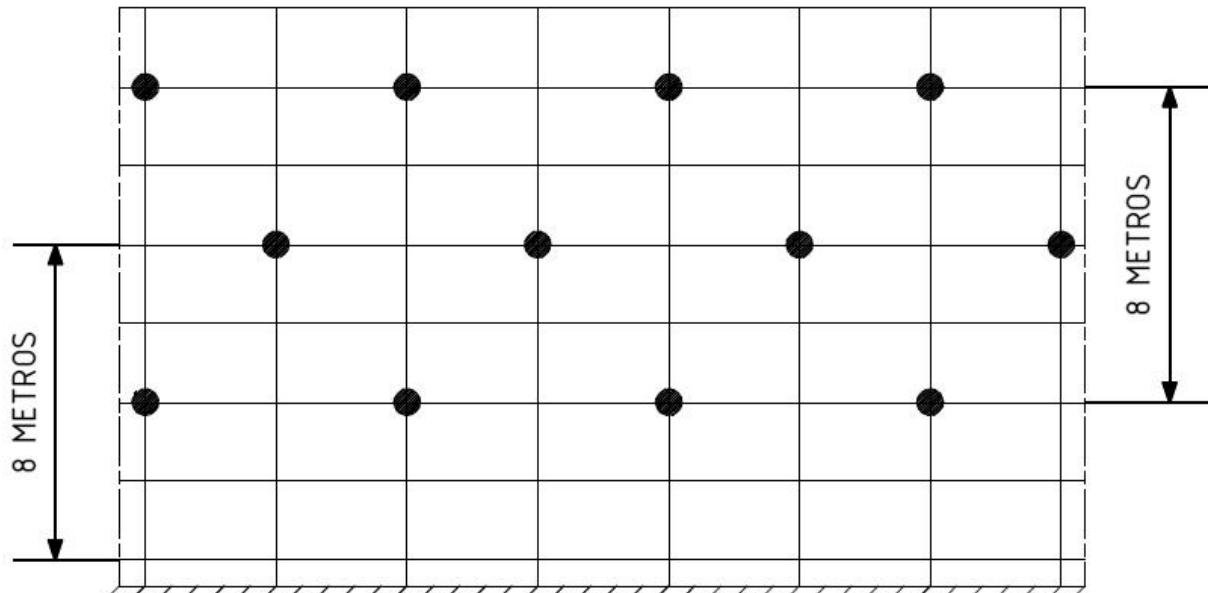

Figura 9
Os pontos de fixação à parede “âncoras ou amarras” ((15) (Figura 9)) devem ser colocados de forma a não invadir a área de trabalho do andaime quando:
- 1) A primeira amarração ficando  $\approx$  a 3.8 metros do solo (*Figura 9*).